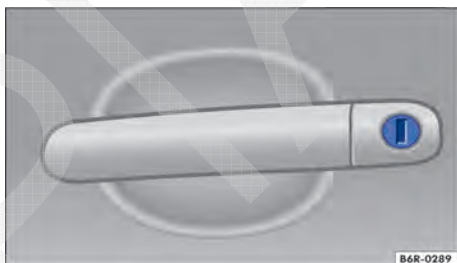

Fig. 159 Maçaneta da porta do condutor com cilindro da fechadura.
- Introduzir a haste da chave no cilindro da fechadura e destravar ou travar o veículo → Fig. 159.